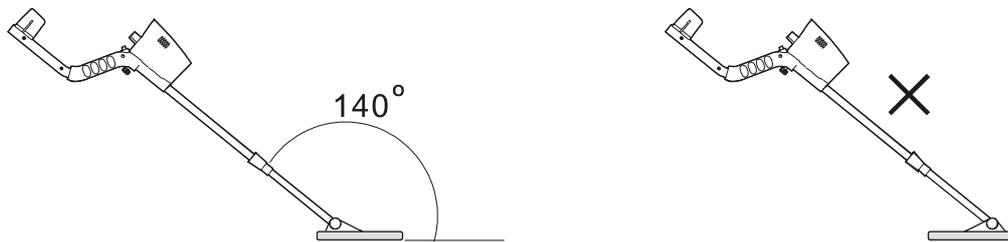

Figura.8
- Spiegare la sonda di ricerca correttamente, mantenere l'angolo tra la sonda di ricerca e l'asse in alluminio a circa 140° cercando di farlo correttamente (Figura.8)